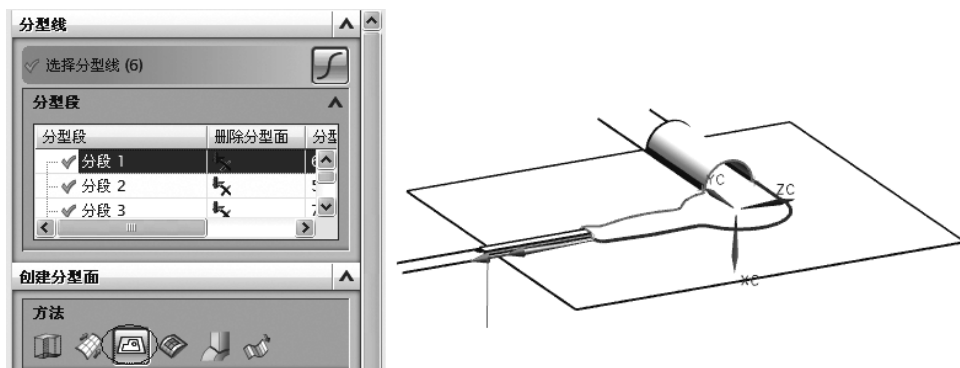

图 10-32 分段 1 创建分型面
(12) 对分段 1 采用有界平面的方法, 创建分型面, 如图 10-32 所示。至此, 全部分型面创建完毕, 退出【设计分型面】对话框。